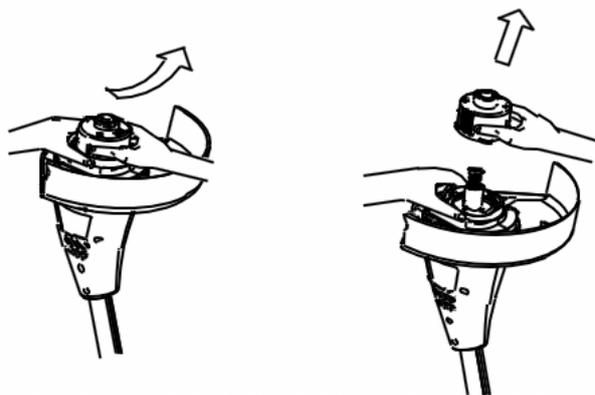

FIG 12
3. Retirez l'assemblage de la bobine de la tondeuse. Pour ce faire, tenez la partie extérieure de l'assemblage avec une main tout en poussant et en tournant la tête de la bobine avec l'autre pour la déverrouiller (FIG 12). Le porte-bobine et la bobine se démonteront facilement. Note: Il y a un ressort à l'intérieur de la tête qui pourrait facilement être perdu. Assurez-vous qu'il est placé dans un endroit sûr.